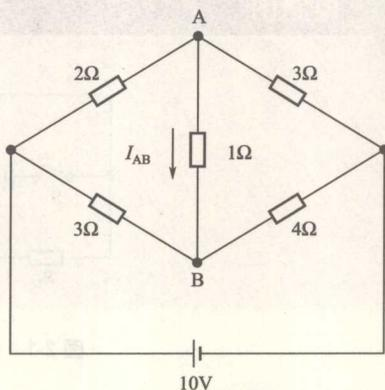

图 1-7 桥式电路的电流计算一
2. 求图 1-7 中 AB 支路的电流  $I_{AB}$ 。